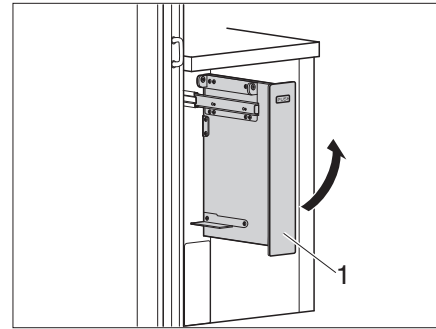

Fig. 129 Girar el ensanchamiento hacia arriba
- Girar el ensanchamiento (Fig. 129,1) hacia arriba.
- Girar el ensanchamiento (Fig. 129,1) hacia abajo.